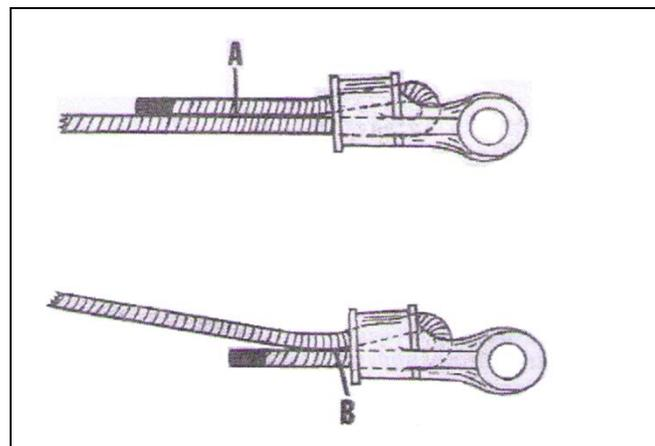

FIG. 5
Los métodos correctos e incorrectos de unir una cuña y un conector a un cable se muestran en fig. 3 El extremo del cable debe estar siempre en la parte inclinada del conector. La línea de carga debe estar en línea recta del tirón con el ojo del conector. Si el cable está instalado hacia atrás, como se muestra en (B) en la fig. 5, un punto de torsión se desarrollará en el punto donde del cable entra en el conector.